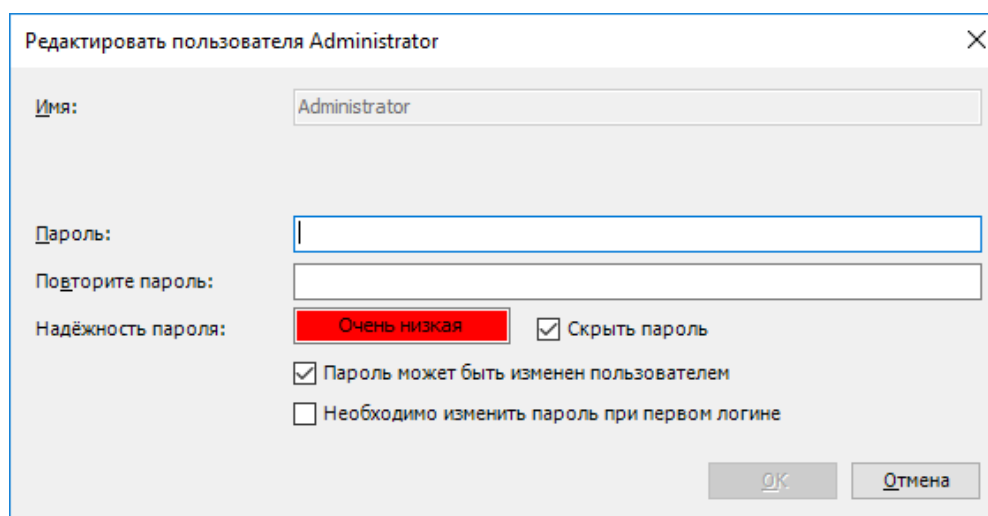

Рисунок 223 – Диалоговое окно редактирования пользователя
3. для редактирования пользователя, выберите в списке **Пользователи (Users)** учетную запись и нажмите на кнопку  **Edit...** (**Редактировать...**), либо нажмите двойным щелчком по учетной записи (Рисунок 223).